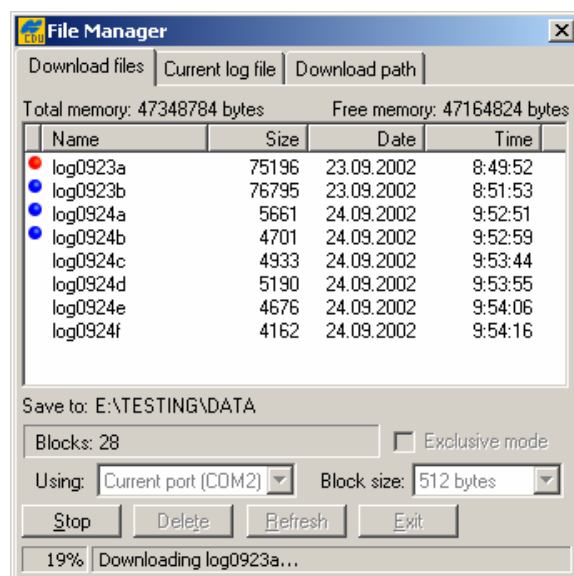

Рисунок 4-5. Загрузка файлов – индикаторы состояния
6. Щелкните на кнопке *Download (Загрузить)*. В процессе загрузки состояние индикаторов отображается слева от файла см. рис. 4-5.